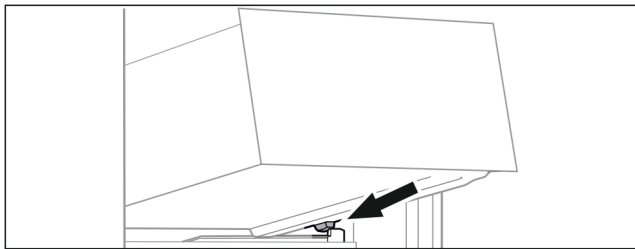

Fig. 15
- ▶ Nasadíte zásuvku šikmo za zarážky na žebrování na nádoby Fig. 15 (1).